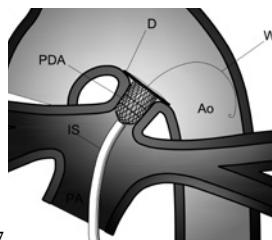

Fig. 17
- Manter a tensão no cabo do impulsor e retirar lentamente a bainha de implantação (IS). Nesta altura é possível ver a configuração final do Nit-Occlud® PDA-R (D). Fig. 17.